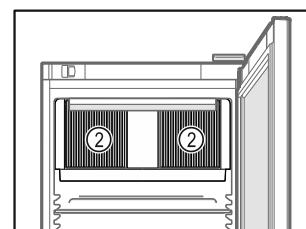

Fig. 79
- ❑ No obstruir la ranura de ventilación Fig. 79 (2) del ventilador de recirculación de aire del interior.